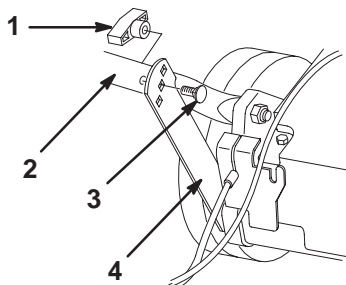

Figure 2
2. Enlevez les 4 boulons (2 boulons à chapeau plat et 2 à chapeau profilé pour s'adapter au mancheron) et les boutons de la partie inférieure du mancheron (Fig. 2).
3. Rabattez la partie inférieure du mancheron en arrière et redressez les supports pour les aligner avec les trous du mancheron (Fig. 2).
4. Fixez la partie inférieure du mancheron aux supports à l'aide des 2 boulons plats et des 2 boutons, en choisissant les trous de réglage de hauteur les mieux adaptés à votre taille (Fig. 2).